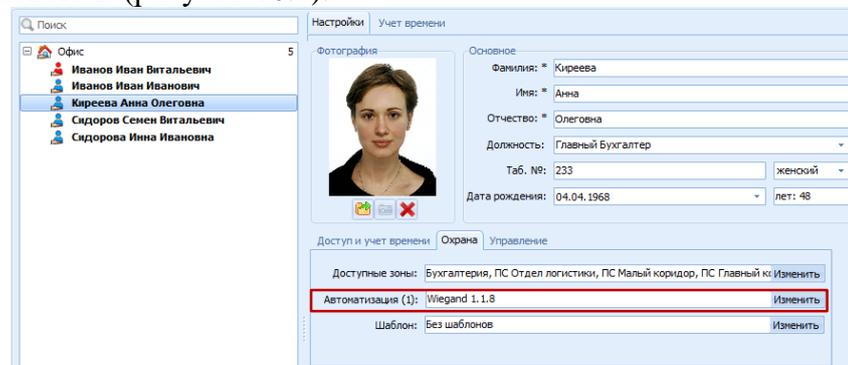

Рисунок 10.4 – Назначили считыватель для автоматического управления охранными зонами
5) Выбрать считыватели, которые будут использоваться для автоматической постановки зон на охрану / снятия с охраны по идентификатору (прикладывание карты или ввод пароля) пользователя (рисунок 10.4).